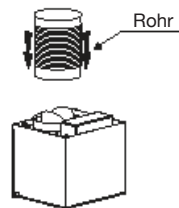

Abb.4
6. Stecken Sie das Verlängerungsrohr ein. (Abb. 4)